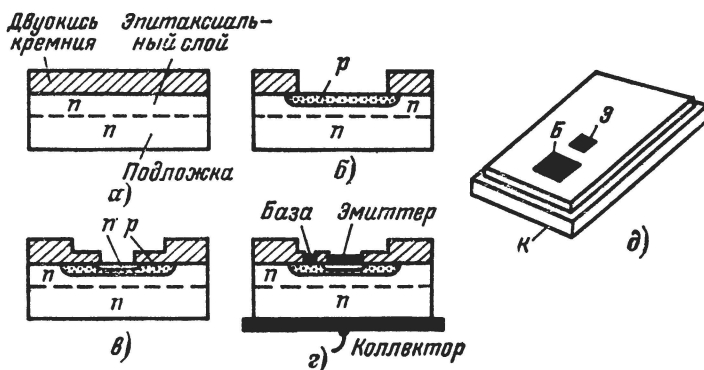

Рис. 131. Последовательные стадии производства планарного транзистора структуры п-р-п.
3. Поверх эпитаксиального слоя наносится изолирующий слой двуокиси кремния (рис. 131, а).
5. Через «окно» с помощью диффузии вводят примеси р-типа (обычно бор) — таким образом формируется зона, служащая будущему транзистору базой (рис. 131, б).
8. Через это отверстие с помощью диффузии вводят примеси п-типа (например, фосфор) — таким образом формируется эмиттер транзистора (рис. 131, в).
12. К маленьким металлическим площадкам припаиваются проволоочки, служащие выводами для эмиттера и базы; для коллектора, состоящего из той части эпитаксиального слоя, которая не подверглась воздействию диффузии в предыдущих операциях (операции № 5 и 8), вывод создается путем прикрепления к подложке металлической пластинки (рис. 131, г, д).